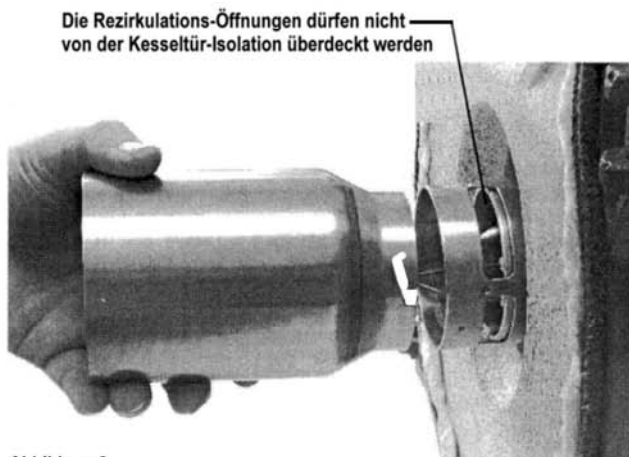

Abbildung 9
- Anschließend Rezikulationsrohr bis zum einrasten aufsetzen. (Abbildung 9)